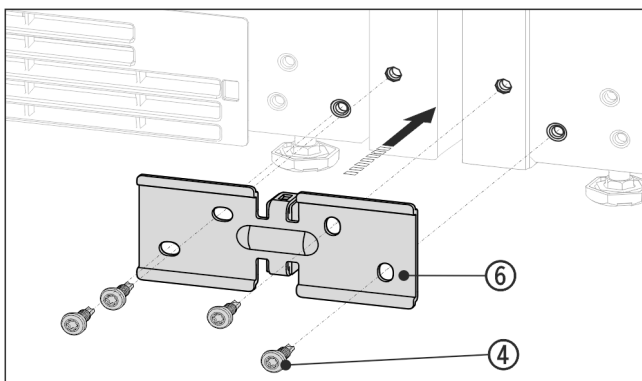

Fig. 14 Beispielhafte Darstellung
- ▶ Winkel *Fig. 14 (6)* mit dem Distanzstück zwischen die Geräte schieben und mit 4 Schrauben *Fig. 14 (4)* lose anschrauben.